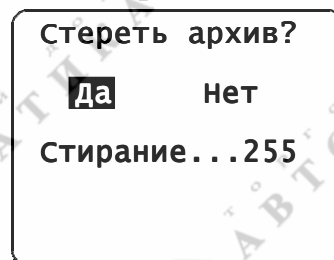

Рис. 19. Стирание архива
- «Интервал» – задаётся интервал вывода данных в архив из ряда: «1 сек», «2 сек», «5 сек», «10 сек», «15 сек», «30 сек», «1 мин», «5 мин»; общий временной интервал архивных данных зависит от интервала их записи (см. табл. 4); изменение интервала доступно только после стирания предыдущих архивных данных – появляется дополнительное окно (см. рис. 19), запись архива после стирания возобновляется с новым значением интервала;
В пункте меню «Стирание архива» производится удаление всех архивных данных. Удаление данных производится в следующем порядке: выбрать опцию «Да» (см. рис. 19), после нажатия на кнопку  начнется стирание данных, при этом включится уменьшающийся счётчик (на время запуска счётчика действие кнопок заблокировано), после его обнуления (около 20 сек) появится надпись «ОК» и произойдёт автоматический переход на уровень вверх.